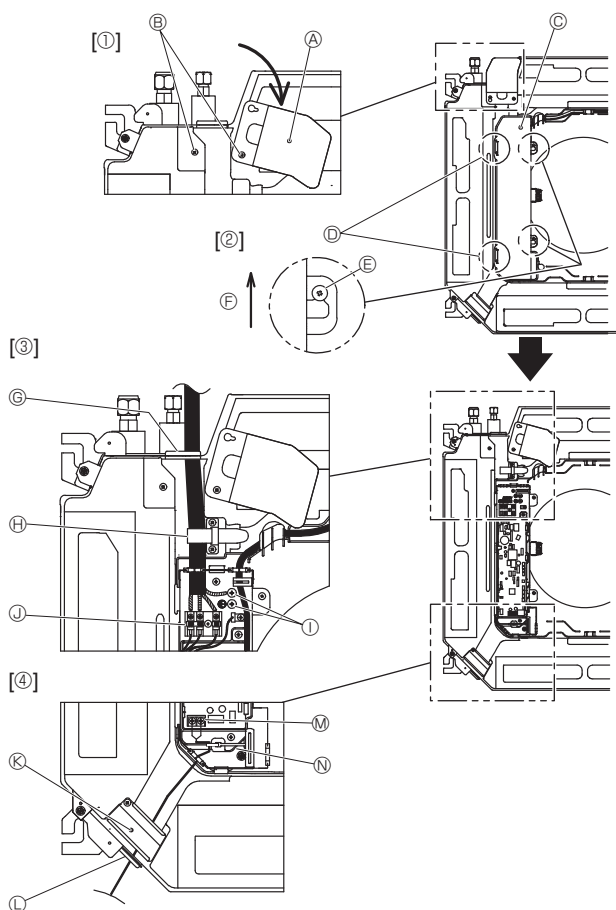
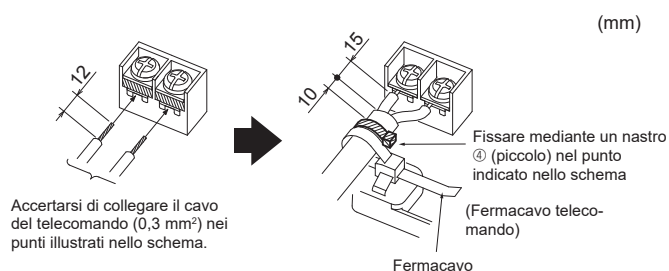

Fig. 6-1
Fig. 6-3
6.1. Sezione interna (Fig. 6-1)
- Allentare le 2 viti che assicurano il pannello di servizio dei cablaggi elettrici, quindi ruotare il pannello. [Fig. 6-1 ①]
- Allentare le 2 viti che assicurano il coperchio della scatola elettrica, quindi far scorrere il coperchio. [Fig. 6-1 ②]
- Far passare il cavo di alimentazione, il cavo di connessione dell'unità interna/esterna e il cavo della messa a terra attraverso gli ingressi indicati nello schema. [Fig. 6-1 ③]
- Far passare e collegare il cavo di controllo remoto attraverso gli ingressi indicati nello schema. [Fig. 6-1 ④, Fig. 6-3]